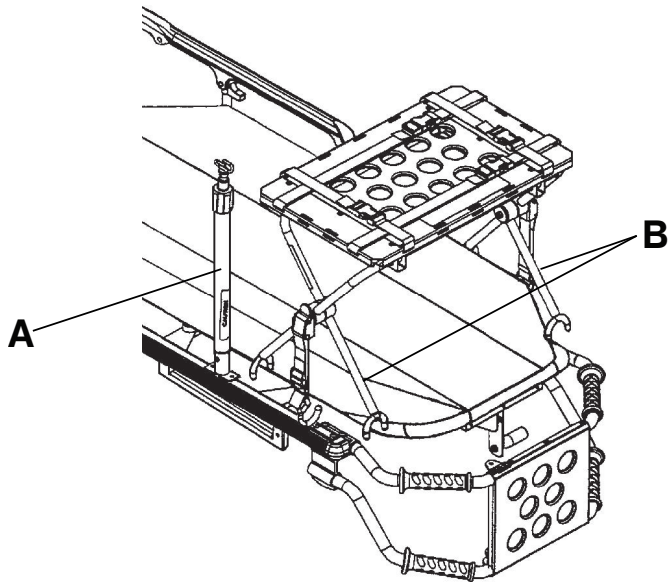

Figura 18 – Eleve la percha i.v. y coloque la bandeja para el desfibrilador (se muestra el modelo 6506)
3. Si el producto está equipado con una percha i.v., levante esta (A) hasta la posición superior (Figura 18).
5. Coloque las patas interiores (B) de la plataforma para el desfibrilador hacia el extremo de la cabeza del producto (Figura 18).